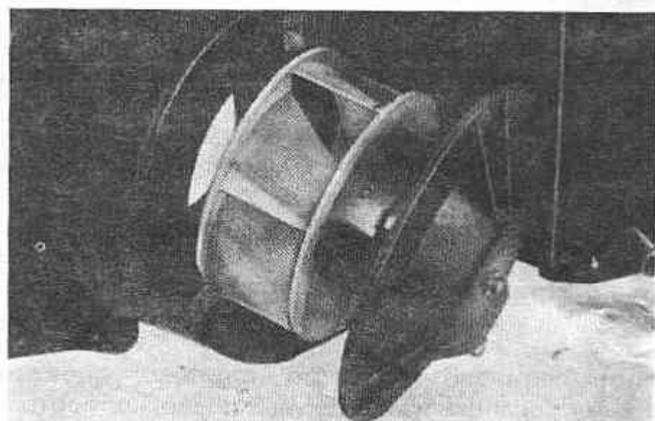

Рис. 12.23. Снимите мотор отопителя (Разд.29)
4. Выверните три болта, крепящих основание мотора нагнетателя и снимите мотор нагнетателя (Рис. 12.23).